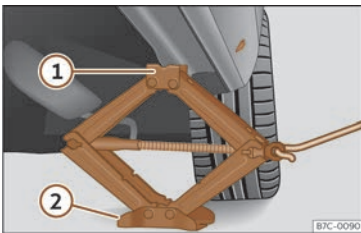

Fig. 235 Traveseiro: colocación do gato do vehículo.
- Xire a manivela do gato, situado debaixo do punto de apoio do traveseiro, para elevalo ata que a pestana ① >>> fig. 235 quede situada baixo o aloxamento previsto.
- Aliñe o gato de modo que a pestana ① “agarre” no aloxamento previsto do traveseiro e a placa base móbil ② quede apoiada no chan. A placa base ② debe caer na vertical respecto ao punto de apoio ①.